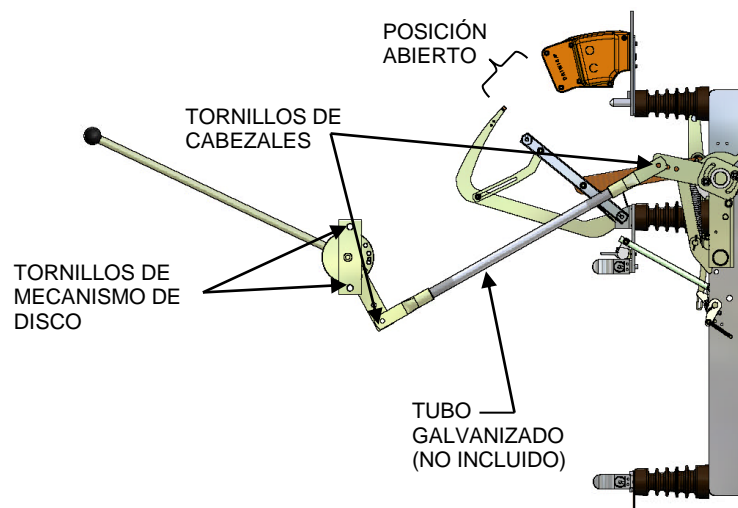

Figura 1
- 5.1.2. Asegúrese que la cuchilla seccionadora de operación con carga se encuentra en posición ABIERTO ver Figura 1.
- 5.1.4. Retire los tornillos que sujetan los cabezales ver Figura 1 y retire el tubo galvanizado.
- 5.1.9. Coloque el Tubo galvanizado con los cabezales con los tornillos de cabezales ver Figura 1.